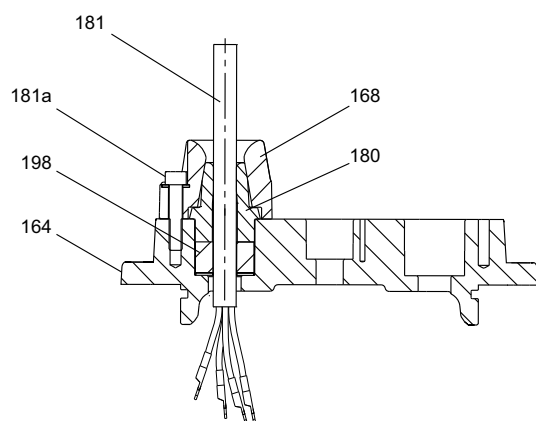

Рис. 12 Кабельный ввод на верхней крышке электродвигателя
3. Открутить винты (181a). См. рис. 12.
4. Вытянуть кабель (181) вместе с кабельным вводом в сборе из верхней крышки электродвигателя (164a).
5. Удалить с кабеля (181) кабельный ввод (168) с резиновым уплотнением (198) и кабельным зажимом (180), если имеется.
6. Удалить с кабельного ввода (168) резиновое уплотнение (198).
7. Удалить кабельный зажим (180) с кабельного ввода (168).